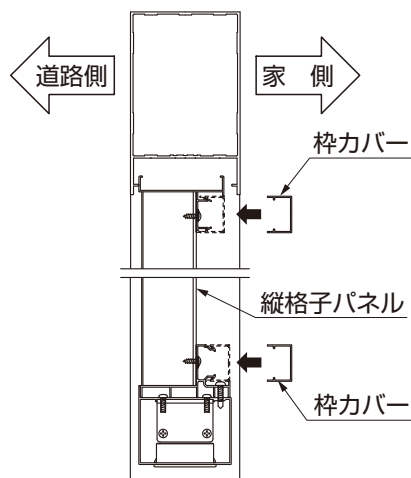

図5-5 A部詳細図
- ②枠カバーを縦格子パネルにはめ込んでください。(図5-5参照)